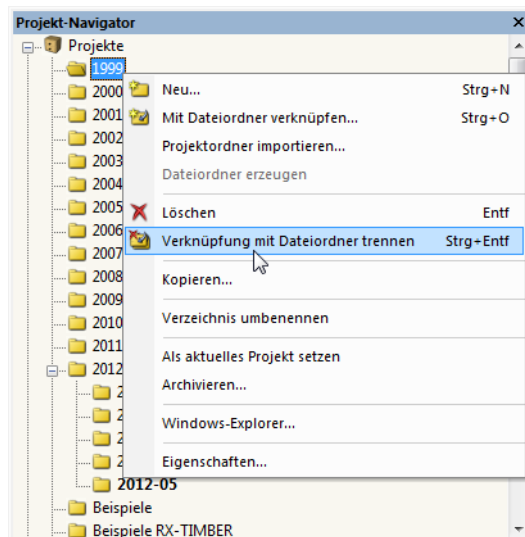
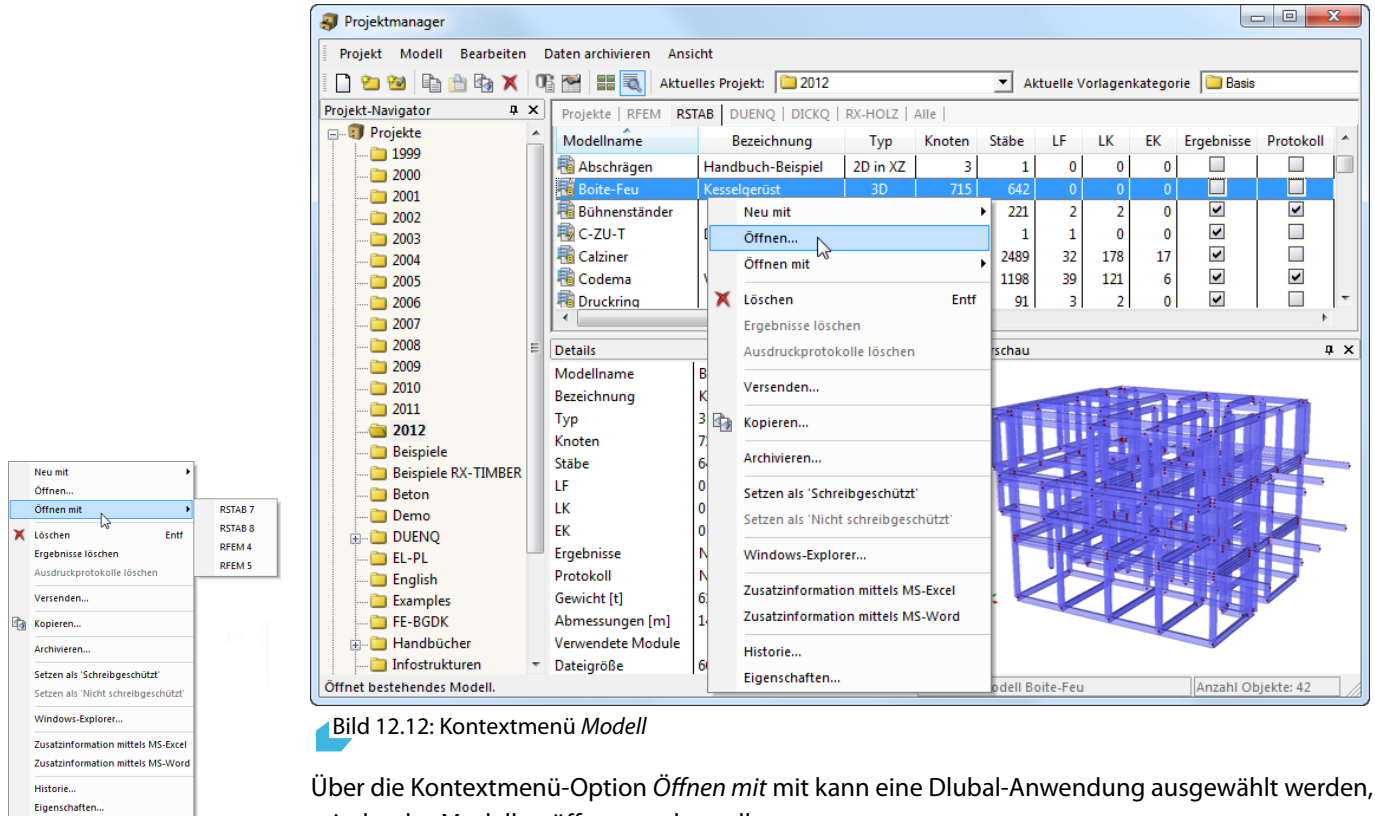

Bild 12.7: Kontextmenü eines Projekts
Bild 12.12: Kontextmenü Modell
- dem Kontextmenü-Eintrag **Kopieren** des Projekts im Navigator (siehe Bild 12.7).
- Kontextmenü-Eintrag **Eigenschaften** des Projekts im Navigator (siehe Bild 12.7)
- dem Kontextmenü-Eintrag **Eigenschaften** des Modells (siehe Bild 12.12).
- dem Kontextmenü-Eintrag **Löschen** des Modells (siehe Bild 12.12).
- dem Kontextmenü-Eintrag **Historie** des Modells (siehe Bild 12.12).
- Kontextmenü des Projekts (siehe Bild 12.7) oder Modells (siehe Bild 12.12).